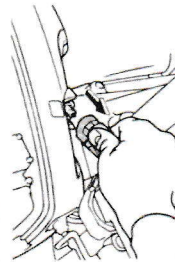

Рис. 24. Последовательность подъема мотора (1)
- 1) Вытащить штуцер подающего топливного шланга из разъема топливного шланга, расположенного в нижней части лодки (См. Рис. 24).